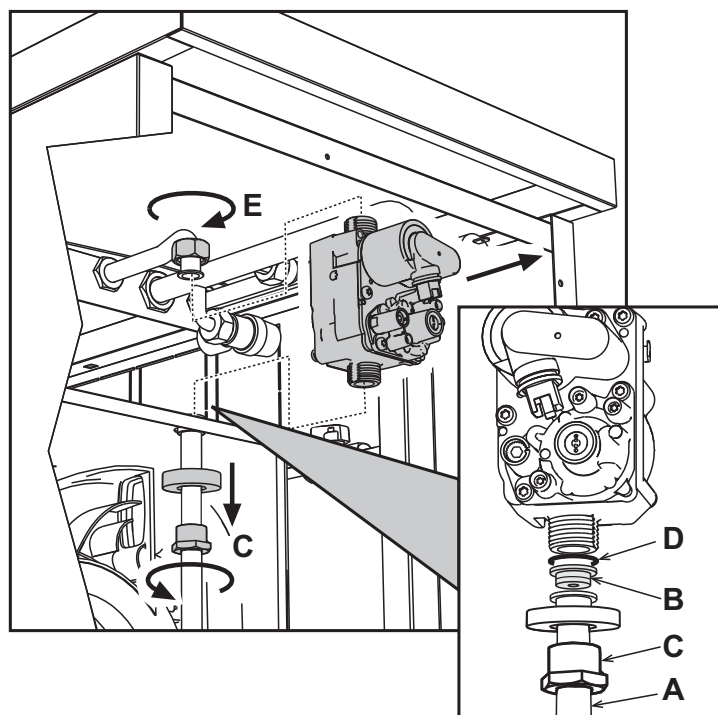

fig. 23
4. Dévisser les papillons C et E et enlever la vanne à gaz (voir fig. 23).
5. Remplacer la buse B présente dans le tuyau gaz par celle contenue dans le kit de transformation après avoir intercalé le joint D (voir fig. 23).